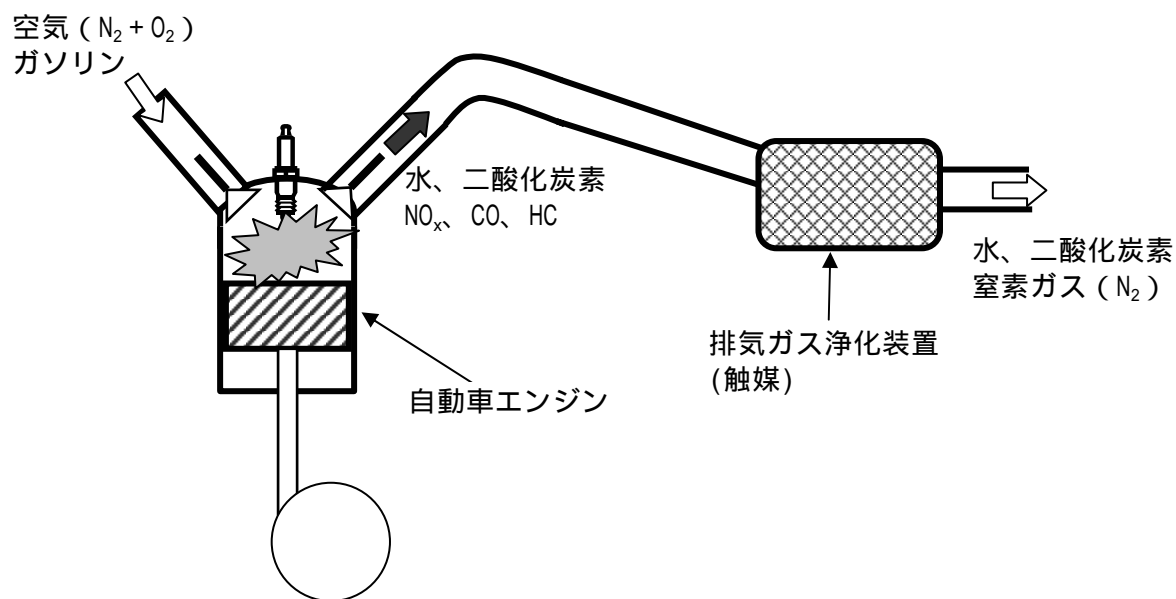
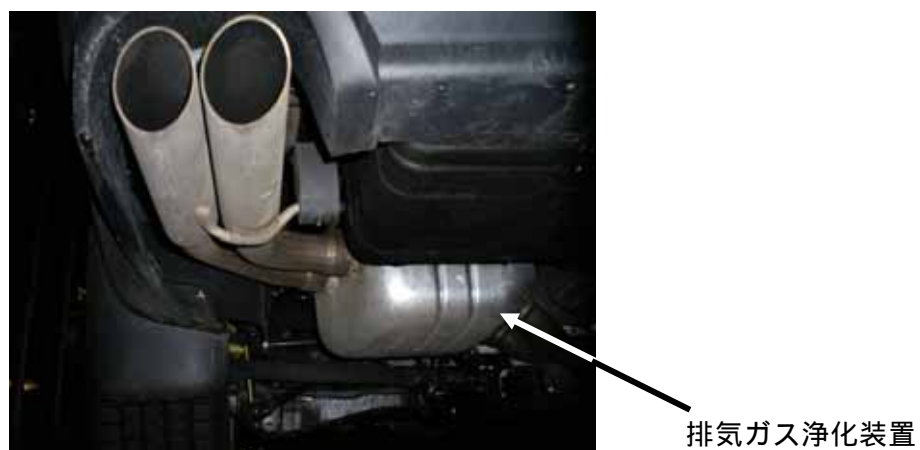

図1 自動車の排気ガス無害化の仕組み
図2 排気ガス浄化装置（三元触媒）が組み込まれている部分
<p>ガソリンの燃焼によって自動車のエンジン中から排出されるガスの主な成分は、水 (<math>\text{H}_2\text{O}</math>) と二酸化炭素 (<math>\text{CO}_2</math>) です。しかし、排気ガス中には、そのほかにも一部の未燃焼分や不完全燃焼などにより発生する炭化水素 (<math>\text{HC}</math>) や一酸化炭素 (<math>\text{CO}</math>)、そして空気中の窒素がエンジン中の高温下で酸化されて発生する窒素酸化物が必ずあります。水と二酸化炭素以外は、環境中に放出されると光化学スモッグの原因になるなど、人体に有害な物質です。これらの物質を無害化して排出することが法律で規制されています。</p> <p>このためにエンジンから排気口までの間で無害化のための装置が組み込まれており (図1)、その中で (1) の化学反応によって、有害物質を除去しています。</p> $2\text{NO}_x + 2\text{HC} + \text{CO} \quad \text{N}_2 + 2\text{CO}_2 + \text{H}_2\text{O} \quad (1)$ <p>この反応は、<math>\text{CO}</math> と <math>\text{HC}</math> の還元作用により <math>\text{NO}_x</math> を窒素ガスに還元し、逆に <math>\text{NO}_x</math> の酸化作用により <math>\text{CO}</math> と <math>\text{HC}</math> が二酸化炭素と水に変わるものです。ただし、<math>\text{CO}</math> や <math>\text{HC}</math> の還元反応は、有害物質を混ぜただけでは、反応が進みにくいため、還元反応を促進するために用いられているのが白金 (<math>\text{Pt}</math>)、ロジウム (<math>\text{Rh}</math>)、パラジウム (<math>\text{Pd}</math>) 等の貴金属です (2)。</p> $2\text{NO}_x + 2\text{HC} + \text{CO} \quad \text{N}_2 + 2\text{CO}_2 + \text{H}_2\text{O} \quad (2)$ <p style="text-align: center;">(Pt, Rh, Pd)</p> <p>これらの貴金属は、(2) の化学反応では、反応物質になることはなく変化しません。あくまでも <math>\text{NO}_x</math>、<math>\text{CO}</math>、<math>\text{HC}</math> の反応を助ける触媒作用があるのみです。なお、これらの貴金属触媒は、一度に3種類の有害物質を除去するので、三元触媒ともよばれます。</p> <p>触媒を用いた排気ガス無害化の装置では、自動車のマフラー中 (図2) に酸化アルミニウム製の土台の上に貴金属を分散させて触媒としたものが取り付けられています。この三元触媒による自動車排気ガスの浄化装置の開発は、世界の中でもわが国が先進的に進めてきたものです。</p>